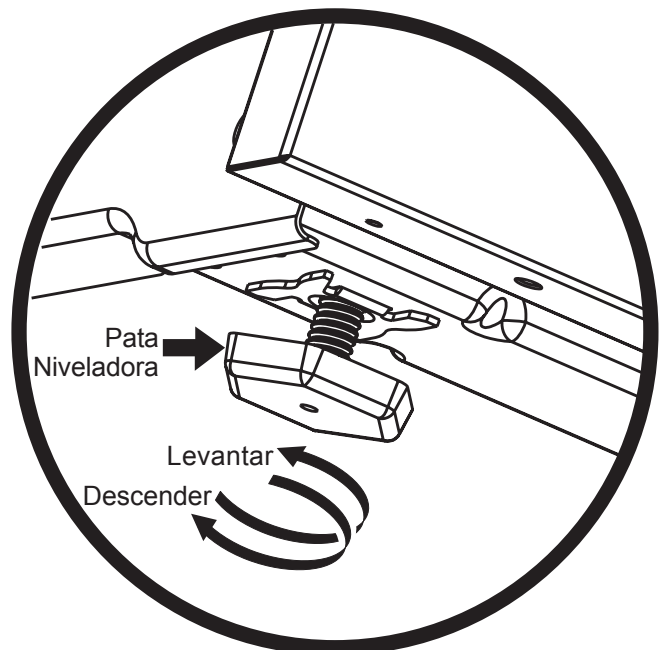

Figura 14: Ajuste de la altura del electrodoméstico
3. Nivele la cocina, si es necesario, ajustando los 4 niveladores de las patas con una llave (Figura 14).